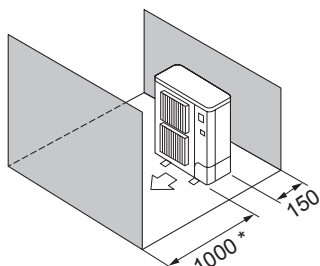

Fig. 2-11
- ⑤ Hindringer kun foran og bak (Fig. 2-11)